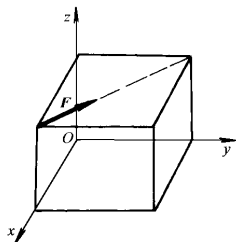

图 1-9
- 1-2 正立方体（图 1-9）的边长  $l = 0.5\text{m}$ ，力  $F = 100\text{N}$ ，试求力  $F$  对  $O$  点矩的大小。